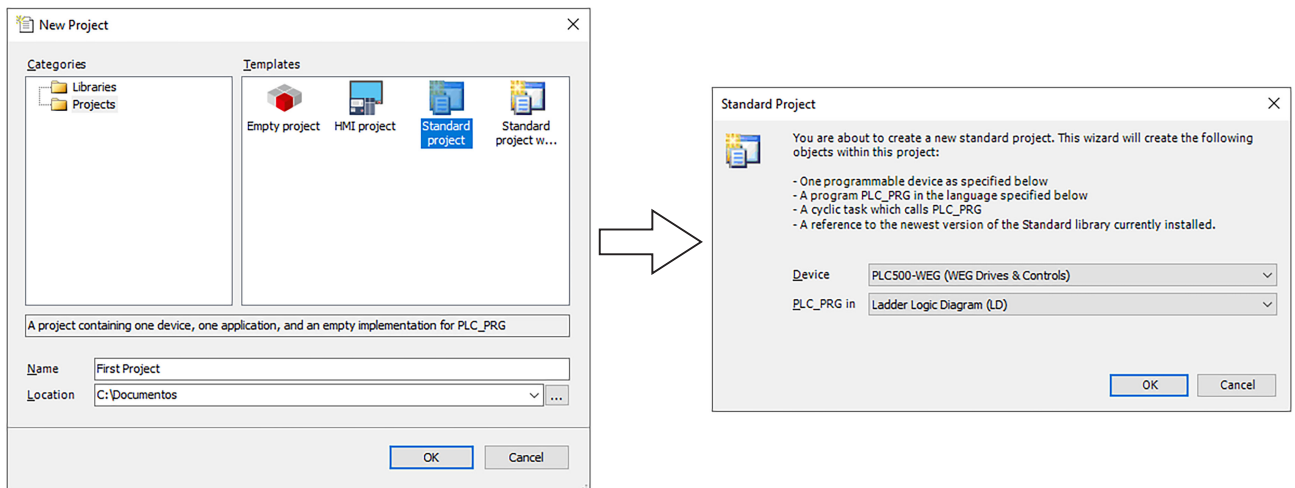

Figura 14.3: Criação de um novo projeto
- 7) Crie um novo projeto em **File -> New Project**. Selecione **Standard Project**, defina o nome e o local que será salvo. Selecione o Device PLC500-WEG e a linguagem de programação desejada, conforme Figura 14.3 na página 14-3.